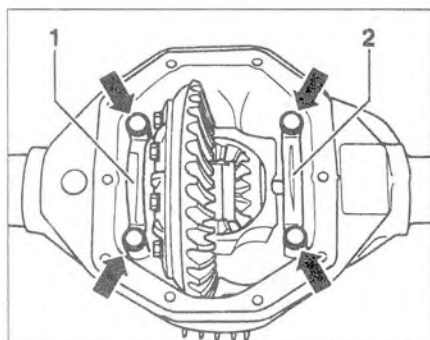

Рис. 5.98. Пометьте положение обеих крышек подшипников 1 и 2 (стрелки).
4. Пометьте положение обеих крышек подшипников 1 и 2 (стрелки) (рис. 5.98).
24. Установите крышки 1 и 2 по ранее сделанным меткам (рис. 5.98).